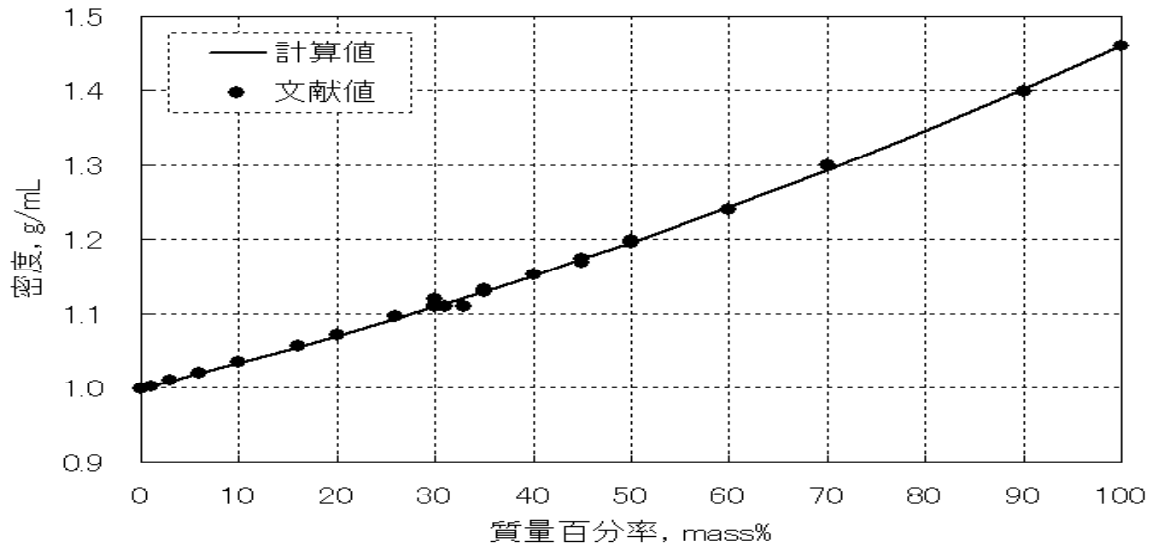

図2 過酸化水素水の密度と濃度の関係
- ② 体を一番下に置き、その上に内臓器官を完成イメージのように並べる（図2）。